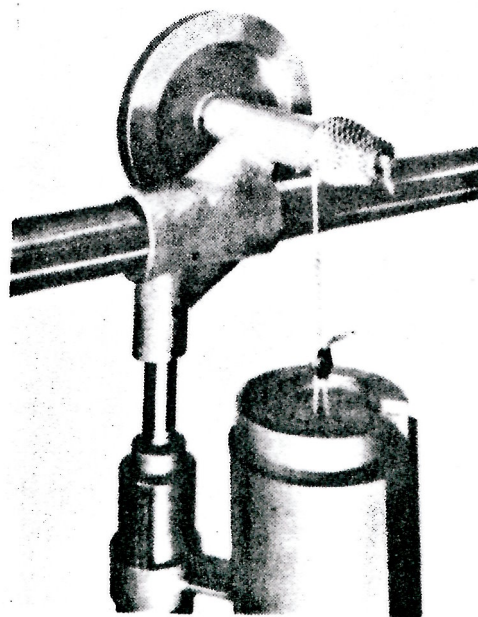

Abb. 4
4. Seil um den Differentialkonus winden bis es gespannt ist. Keine zusätzlichen Zuggewichte anbringen. (Siehe Abb. 4).